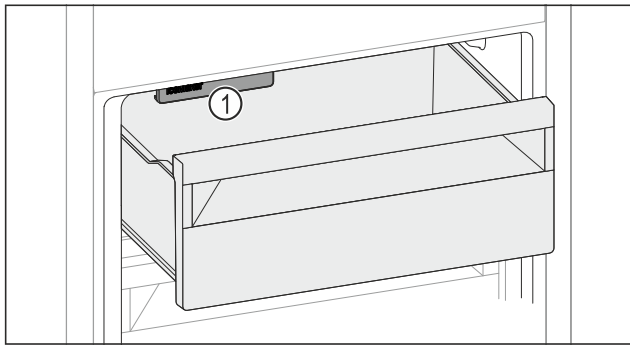

Fig. 63
- Wanneer u levensmiddelen in de linker lade plaatst: Rekening houden met IceMaker Fig. 63 (1).